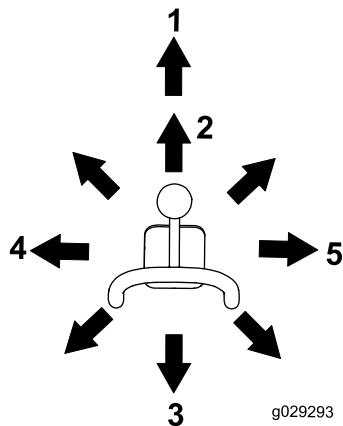

Bild 10
- Drücken Sie den Hebel langsam nach rechts, um das Anbaugerät nach vorne zu kippen (Bild 10).
- Drücken Sie den Hebel langsam nach links, um das Anbaugerät nach hinten zu kippen (Bild 10).
- Drücken Sie den Hebel langsam nach vorne, um die Hubarme abzusenken (Bild 10).
- Drücken Sie den Hebel langsam nach hinten, um die Hubarme anzuheben (Bild 10).
- Drücken Sie den Hebel ganz nach vorne, um die Hubarme in die Schwebe-Stellung zu bewegen (Bild 10).